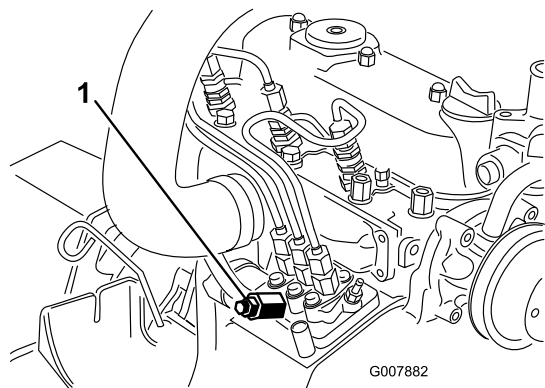

図 37
3. 燃料噴射ポンプについているエア抜きねじの下にウェスを敷いてねじをゆるめる 図 37。